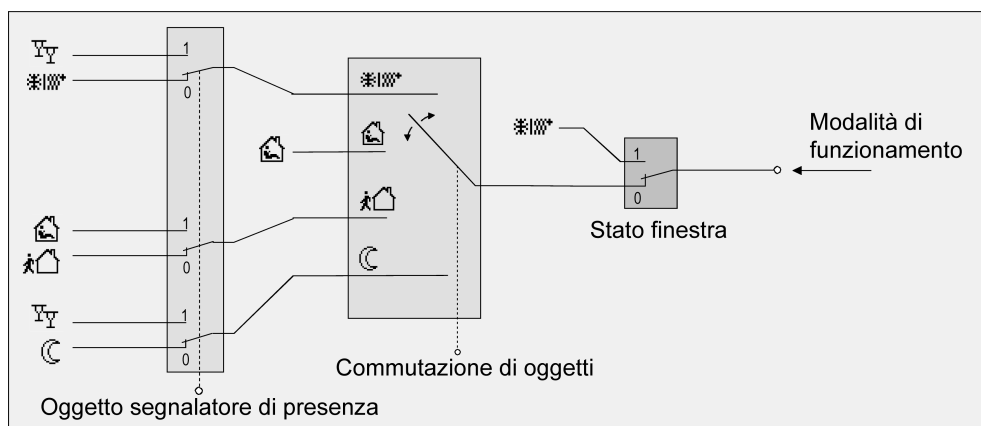
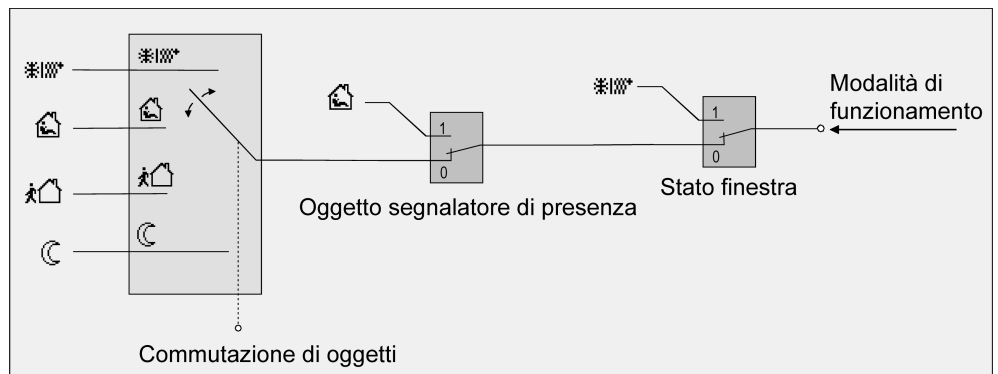

Figura 39: Commutazione della modalità di funzionamento tramite 4 oggetti da 1 bit con tasto presenza
Figura 40: Commutazione della modalità di funzionamento tramite 4 oggetti da 1 bit con segnalatore di presenza
- Modalità di commutazione "tramite commutazione (4 x 1 bit)". Per ogni modalità di funzionamento esiste un oggetto di commutazione da 1 bit separato. Ognuno di questi oggetti consente di predefinire la modalità di funzionamento secondo la priorità. Tenendo conto di una priorità definita, con una commutazione della modalità di funzionamento tramite oggetti si ha una determinata gerarchia, che distingue tra rilevamento di presenza tramite tasto presenza (Vedi figura 39) o segnalatore di presenza (Vedi figura 40). Inoltre è possibile analizzare lo stato delle finestre nell'ambiente tramite l'oggetto "Stato finestra"; indipendentemente dalla modalità di funzionamento impostata primariamente, con la finestra aperta il regolatore può commutare sulla modalità di protezione anti-gelo/anti-calore e risparmiare energia.